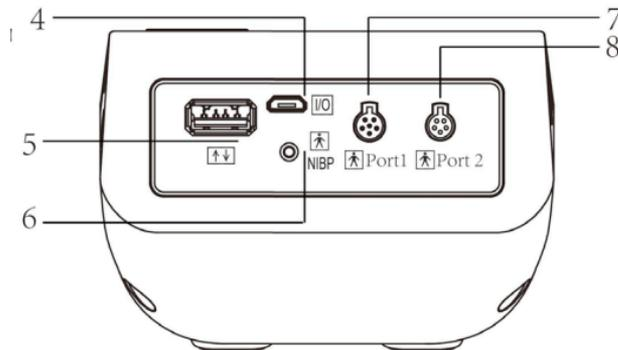
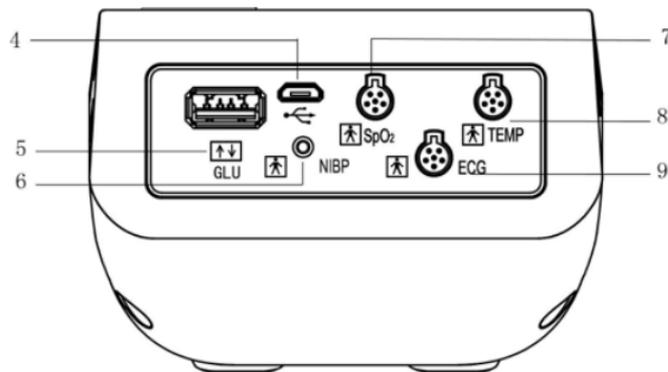

Figura 2.3A Vista lato superiore
Figura 2.3B Vista lato superiore
**NOTA:** Figura 2.3A mostra il lato superiore del dispositivo nella versione precedente, e la Figura 2.3B mostra il lato superiore della versione attuale del dispositivo. La differenza fra le due versioni è mostrata nel pannello superiore. La versione precedente del dispositivo ha solamente 2